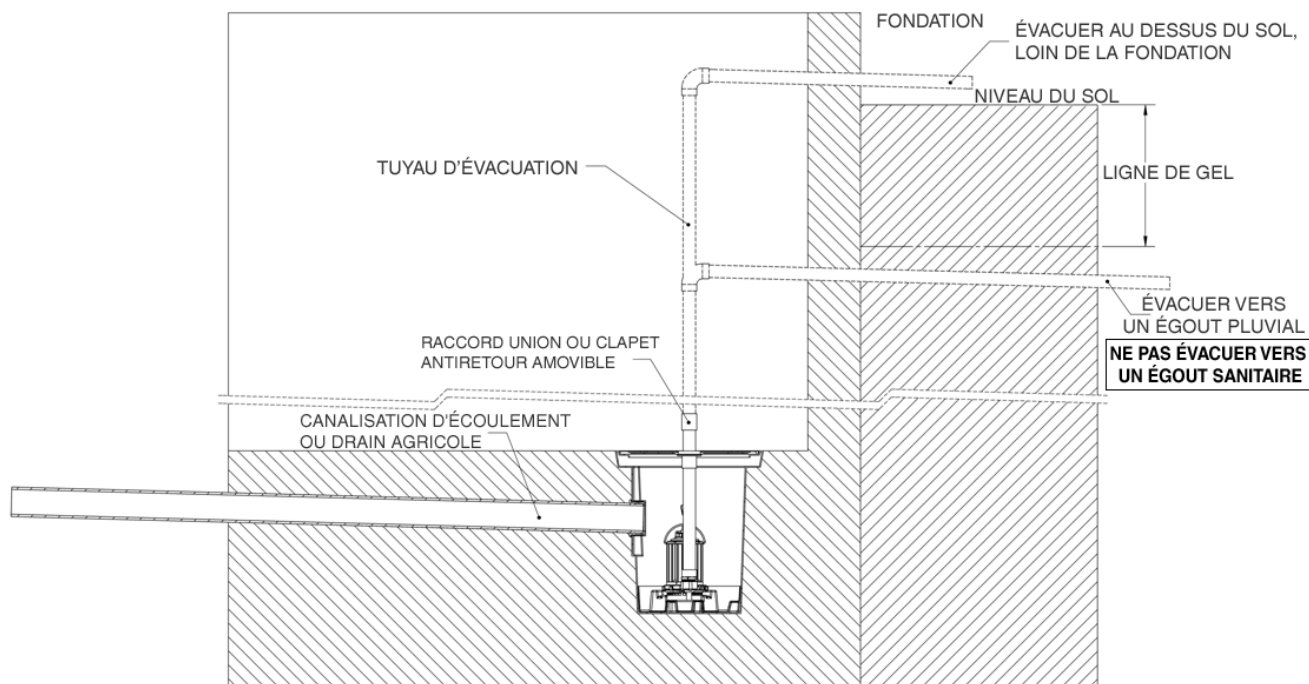

Fig. 1 – Installation résidentielle type
- A. **ENTRÉE :** Les modèles SPAC-237, SPAC-457 et SPAC-S37 sont vendus avec deux (2) œillets à tuyau de 4 po. Afin d'installer un tuyau d'entrée, percer d'abord un trou d'un diamètre de 4 po dans la cunette d'admission ronde située sur le côté du bassin à l'aide d'une scie à perforer. Insérer ensuite l'œillet fourni dans le nouvel orifice percé de la cunette située sur le côté du réservoir. Finalement, glisser le tuyau dans l'œillet jusqu'à ce qu'il soit bien appuyé contre le butoir. S'il est nécessaire d'installer un second tuyau d'admission, répéter les étapes décrites ci-dessus de l'autre côté du réservoir.
- C. **CLAPET ANTIRETOUR :** Les modèles SPAC-237, SPAC-457 et SPAC-S37 ne sont pas munis de clapets antiretour. Si les cycles de la pompe sont courts, l'installation d'un clapet antiretour peut être nécessaire. Sa fonction est d'empêcher l'eau de pénétrer dans le tuyau d'évacuation et de revenir dans le bassin. Si un clapet antiretour est installé, la canalisation d'évacuation doit être protégée contre le gel en l'installant à une profondeur suffisante, sous le niveau de gel. Voir fig. 1